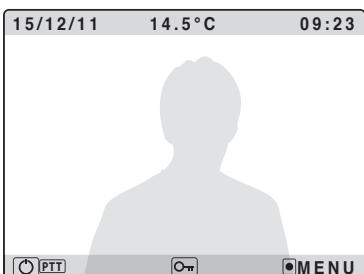

Fig. 10
- Rispondere in modalità viva-voce premendo il pulsante (**Fig. 10**) (o sollevando la cornetta per il modello Art. KRV86);